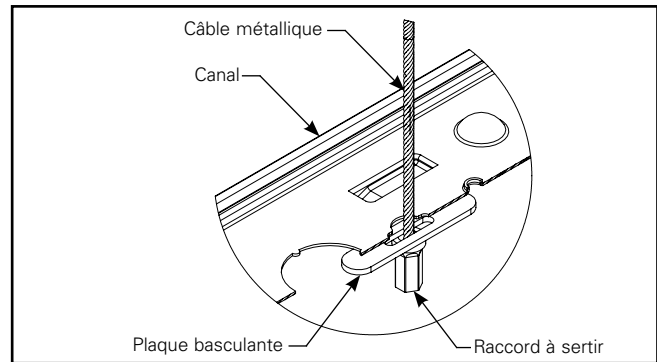

Figure 4.3.
- C. Une fois qu'elle est insérée, assurez-vous que la surface épaisse de la plaque basculante est parallèle à la surface supérieure et à l'intérieur du canal (figure 4.3).